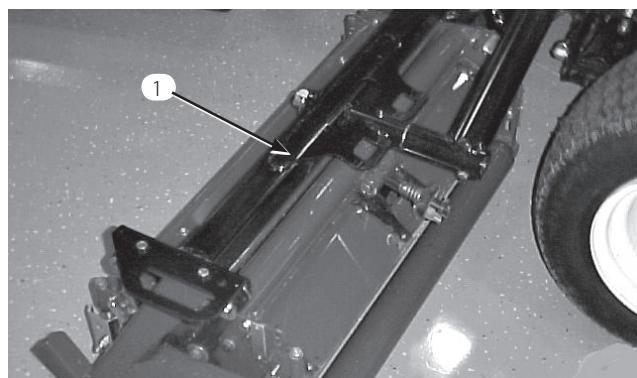
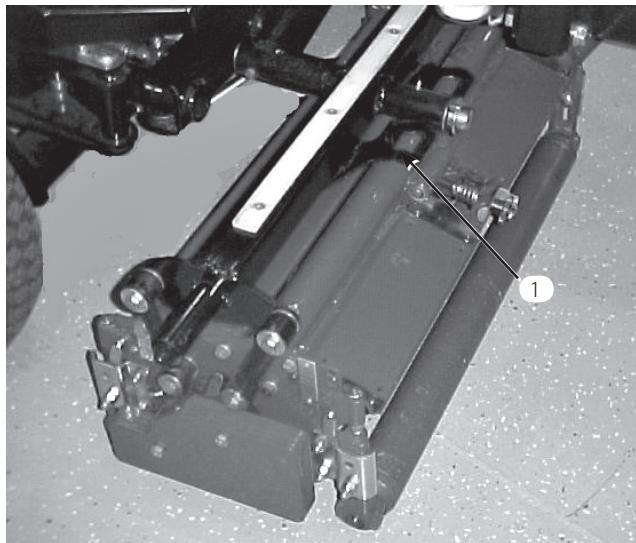
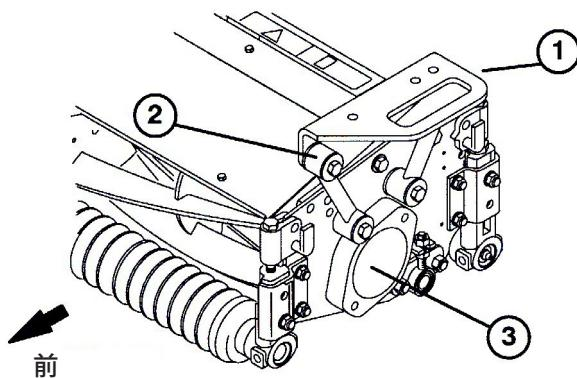

図12
図 13
図 14
注: 昇降アームを一番上まで上昇させた状態で、図14のように、各ホースと昇降アームとの距離が1.0~3.0 mm 必要です。
2. 前のキャリア・フレーム(図12)を、各カッティングユニットに合わせる。図14のように、取り付け穴に取り付けリンクを整列させる。
3. 後ろのキャリア・フレーム(図13)を、後ろのカッティングユニットに合わせ、図14のように、取り付け穴に取り付けリンクを整列させる。.
4. キャップスクリュ (3/8-16 x 2-1/4 in) 、平ワッシャ 2 枚、ロックナットを使い、図14 のように各取り付けリンクをキャリア・フレームに取り付ける。取り付ける時にリンクの各側にワッシャを入れる。4.3 kg.m にトルク締めする。
3. 残りのカッティングユニットからは、ベアリング・ハウジングに入っている出荷用のプラグ（栓）を取り出す（図14）。